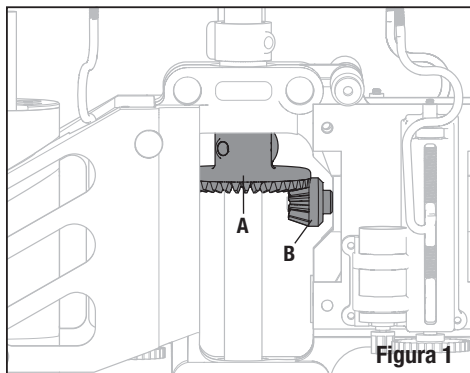

Figura 1
7. Inserire l'albero di trasmissione a torsione nel tubo di coda con la parte piatta più lunga in avanti. Installare l'ingranaggio B mentre si inserisce l'albero. Vedi figura 1.